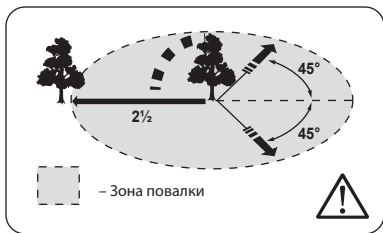

рис. 5
- безопасное расстояние между деревом и находящимися поблизости объектами должно составлять не менее 2,5 длины дерева (рис. 5);